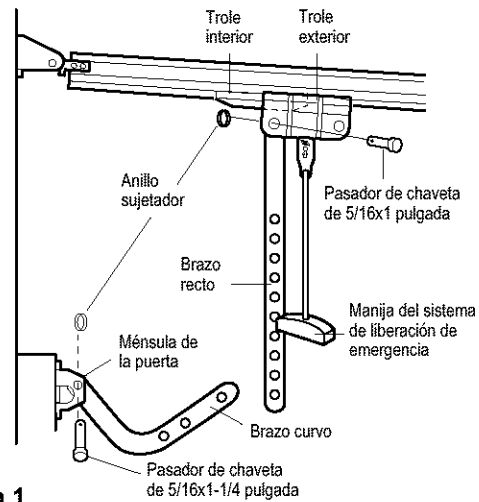

Figura 1
- Marque y taladre dos orificios de 0.78 cm (5/16 de pulg.) para los sujetadores a la derecha y a la izquierda. Sujete la ménsula al refuerzo vertical (si éste existe), como se muestra en la Figura 1.
- **Figura 1:**